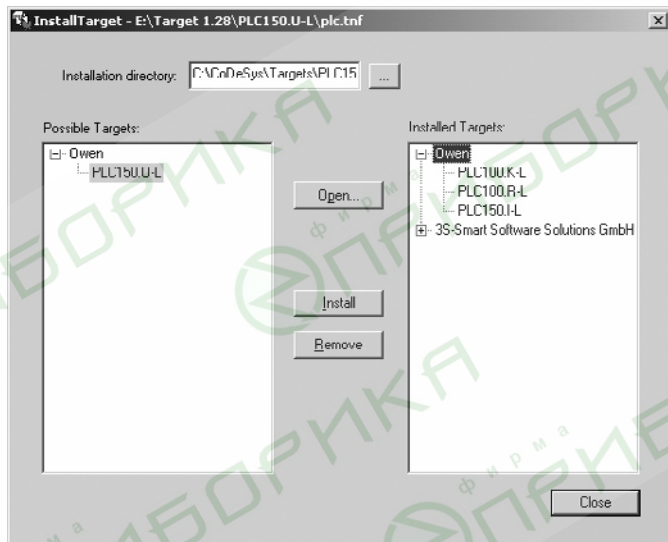

Рис. 2. Окно «InstallTarget» утилиты InstallTarget
- 1) В открывшемся при запуске утилиты **InstallTarget** окне (рис. 2) – нажать кнопку **Open** и указать путь доступа к инсталлируемому Target-файлу (имеющему расширение ***.tnf**, Target Information File). Target-файлы контроллеров OWEN ПЛК150 находятся на компакт-диске, поставляемом с контроллером, в папке «Target» или могут быть скачаны с сайта **www.owen.ru**.